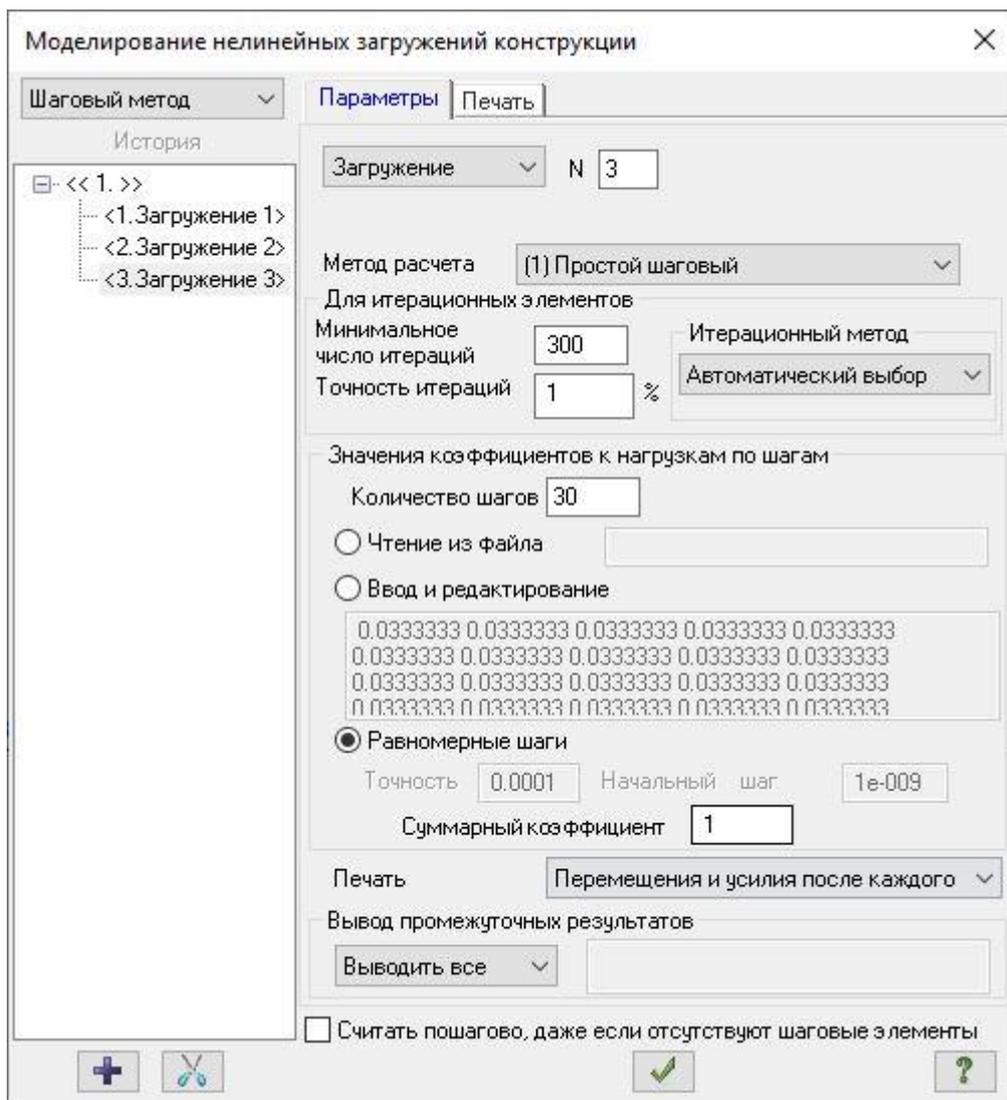

Рис.7.22. Диалоговое окно **Моделирование нелинейных нагружений конструкции**
- Щелчком по кнопке  – **Шаговая** (панель **Нелинейность** на вкладке **Расчет**) вызовите диалоговое окно **Моделирование нелинейных нагружений конструкции** (рис.7.22).
- в раскрывающемся списке **Метод расчета** выберите строку **(1) Простой шаговый**;